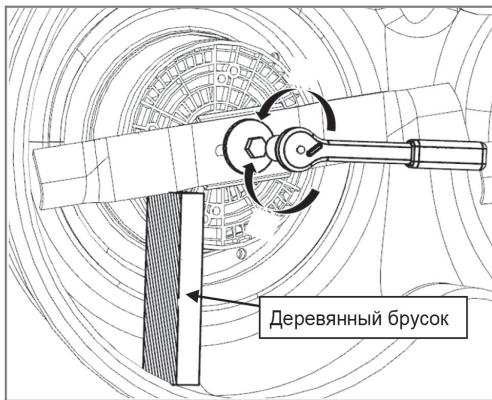

Рис. 25
- Чтобы предотвратить проворачивание, зафиксируйте нож, вставив деревянный брускок между ножом и декой газонокосилки (рис. 25).